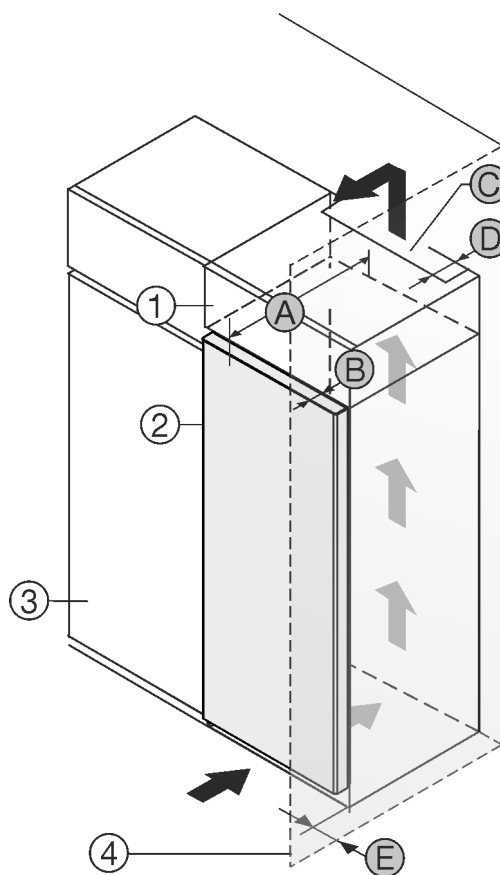

Fig. 1
- (1) Rehausse *
- (2) Appareil *
- (3) Placard de cuisine *
- (4) Mur *
- (A) Profondeur de l'appareil *
- (B) Profondeur de porte *
- (C) Section de ventilation *
- (D) Distance du dos de l'appareil *
- (E) Distance par rapport au côté de l'appareil *
Vous pouvez placer le réfrigérateur directement à côté de l'armoire de cuisine Fig. 1 (3)*.
Une sortie d'air avec la profondeur Fig. 1 (D) doit être présente au dos de la rehausse sur toute sa largeur.*
La section de ventilation *Fig. 1 (C)* sous plafond doit être respectée.*
Si le réfrigérateur est installé avec les charnières près d'une paroi *Fig. 1 (4)*, la distance entre le réfrigérateur et la paroi doit être d'au moins 13 mm.*
Pour pouvoir ouvrir complètement les portes, le réfrigérateur doit dépasser de la profondeur de la porte *Fig. 1 (B)* par rapport à la façade du placard. L'appareil peut déborder encore plus en fonction de la profondeur des placards *Fig. 1 (3)* et de l'utilisation de cales d'épaisseur.*